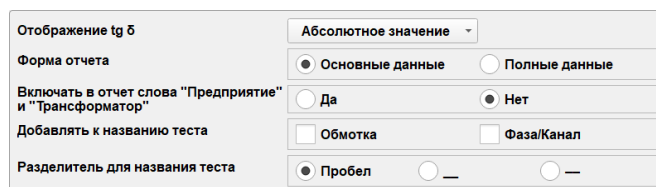

Рисунок 5.10 – Блок «Настройки отображения информации»
5.5. Настройка параметров отображения информации по всему ПО, установленному на приборе, осуществляется в блоке «Настройки отображения информации» окна «Настройки прибора» (рисунок 5.10).